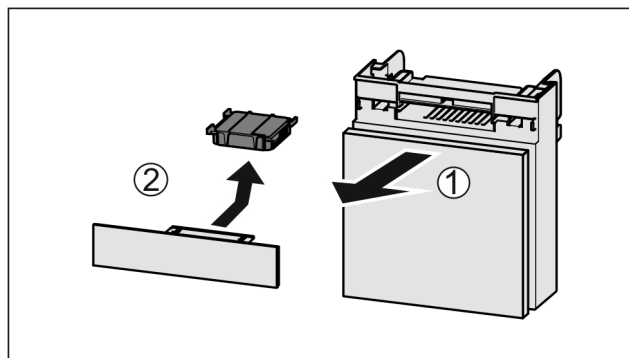

Fig. 118
- ▶ Predal izlecite Fig. 118 (1) naprej.
- ▶ Odstranite Fig. 118 (2) aktivni ogljeni filter.